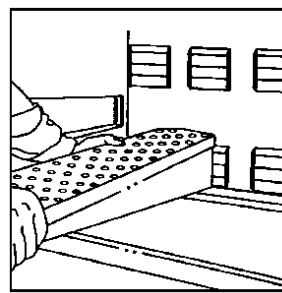

Figure 6
13. Installer le doigt dans le four en le glissant sur la bride du caisson et en posant la ferrure avant. (Voir **Figures 6 et 7**.) **S'ASSURER QUE LE DOIGT REPOSE BIEN SUR LES BRIDES DU CAISSON ET QUE LES TROUS POINTENT DANS LE BON SENS.** Les doigts supérieurs pointent vers le bas, les doigts du bas pointent vers le haut. (Voir **Figure 8**.)